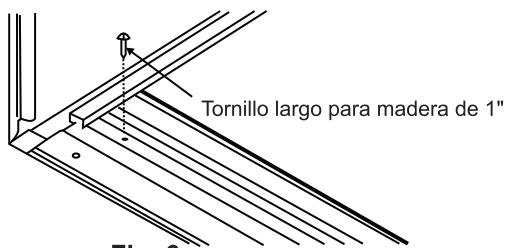

Fig. 6
4. Asegure el riel inferior al bastidor de madera con dos tornillos largos para madera de 1" (2,5 cm) en los dos orificios en la parte inferior del canal sobre el bastidor. (Consulte la Fig. 6).